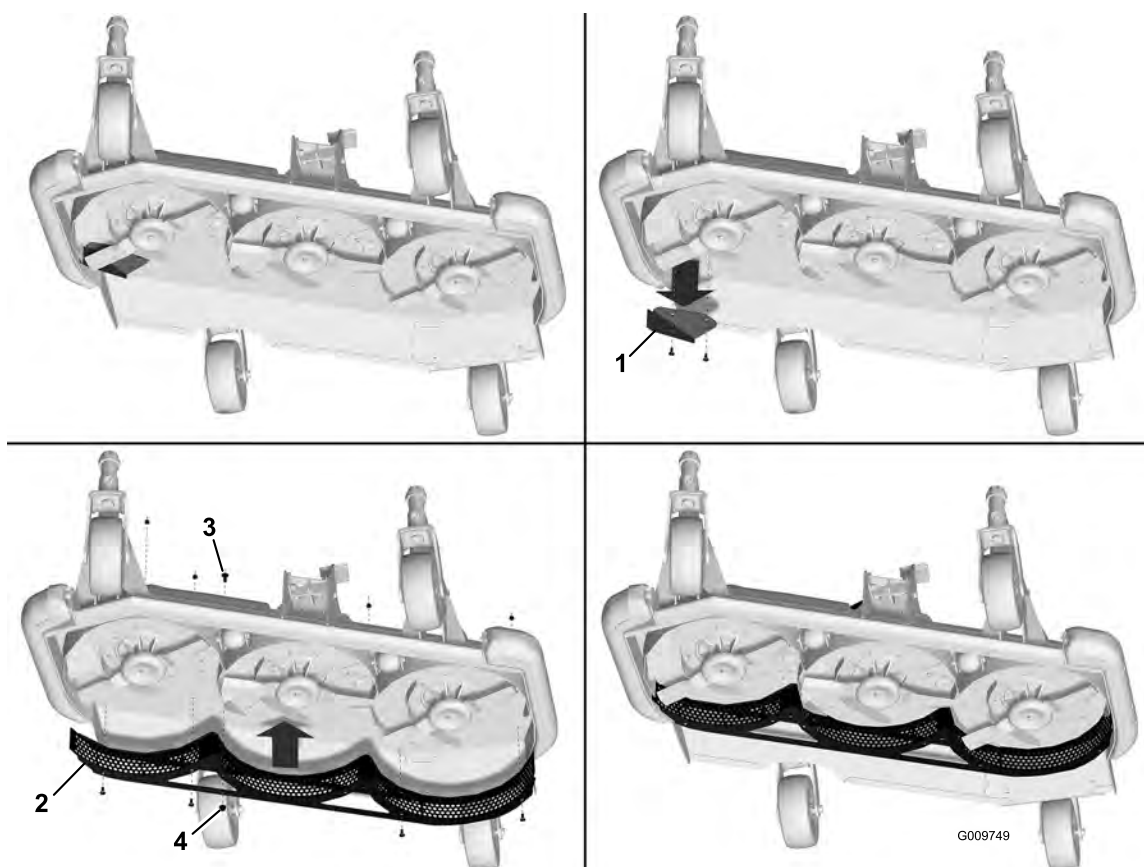

Figure 2
1. Enlevez le déflecteur sur le côté droit du plateau de coupe (Figure 2). Mettez de côté le déflecteur et les fixations afin de permettre le remontage sur le plateau après le retrait du kit de mulching pour feuilles.
2. Montez un déflecteur de plateau de coupe latéral et alignez-le sur les trous de fixation (Figure 2).
3. Fixez le déflecteur au plateau de coupe avec les 6 boulons de carrossier et écrous légèrement serrés comme illustré à la Figure 2.
Remarque: Montez un des boulons de carrossier, montré à la Figure 2, avec la tête sur le dessus du plateau de coupe. Les autres boulons de carrossier doivent être montés avec la tête sous le plateau de coupe.